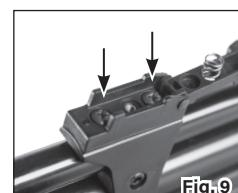

Fig.9
2. Levante la mira trasera para acceder a los dos tornillos de montaje (Fig. 9).